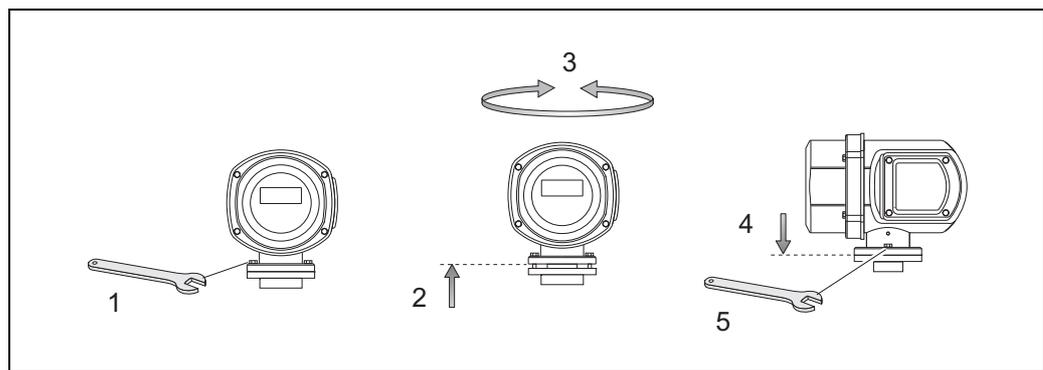

图 16: 旋转变送器外壳 (现场型不锈钢外壳)
- 存在电子部件过热的风险！务必确保不会超过变送器的最高允许环境温度。因此，传感器、变送器以及分体式传感器接线盒之间的连接部位处不能使用保温材料。请注意，可能需要采取特定安装方向，取决于流体温度 → 图 16。流体温度为 150°C (302°F)，或更高温度时，建议使用带独立传感器接线盒的分体式仪表。